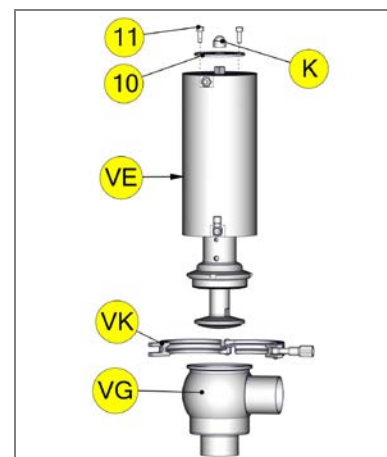

Рис. 7-2
- Рис. 7-2
- Снимите накидной хомут (VK) и демонтируйте внутреннюю часть клапана (VE) из корпуса (VG).
- Отключите подачу воздуха от разъема LA. Поршень клапана (1) вернется в свое первоначальное положение «ЗАКРЫТО».
- Снимите колпачок (K).
- Отвинтите винты (11) и демонтируйте стопорный диск (10).